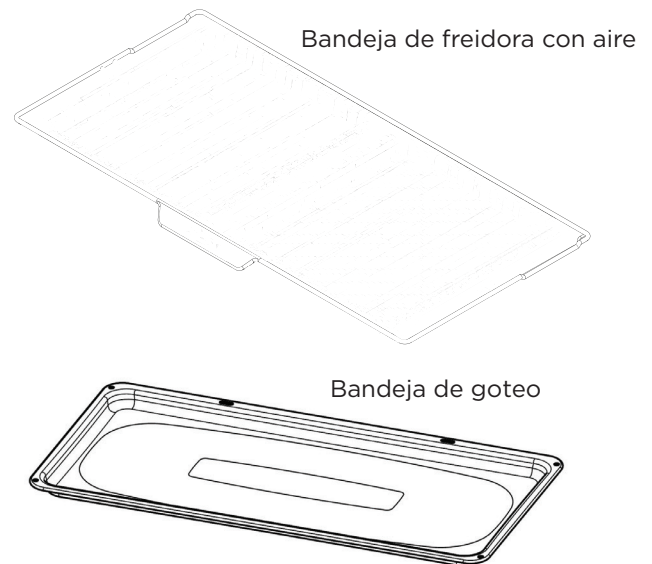

Figura 13: Bandeja de freidora con aire caliente y bandeja de goteo
- Cuando utilice Freidora con aire caliente, coloque los alimentos en posición de rejilla 4 para obtener mejores resultados. Coloque la bandeja de goteo en la posición del estante 3 para atrapar cualquier miga o goteo. Ver figura 13 para la bandeja de freidora con aire caliente y la bandeja de goteo.